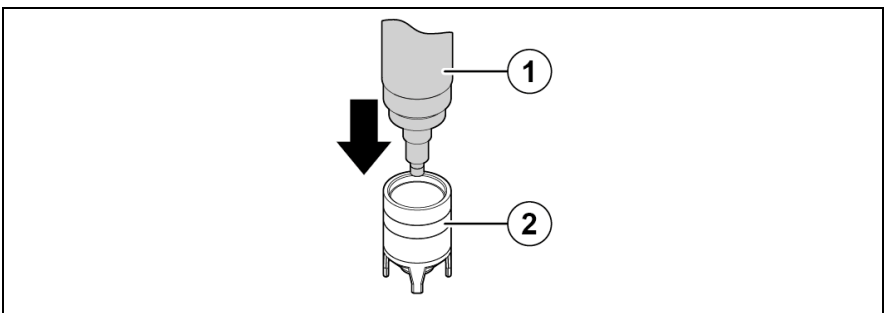

Abb. 5: Sensorkörper aufsetzen
- ▶ Beim Aufschrauben der Membrankappe sicherstellen, dass das Ventil nicht zugeedrückt wird (siehe Abb. 5, Seite 18).